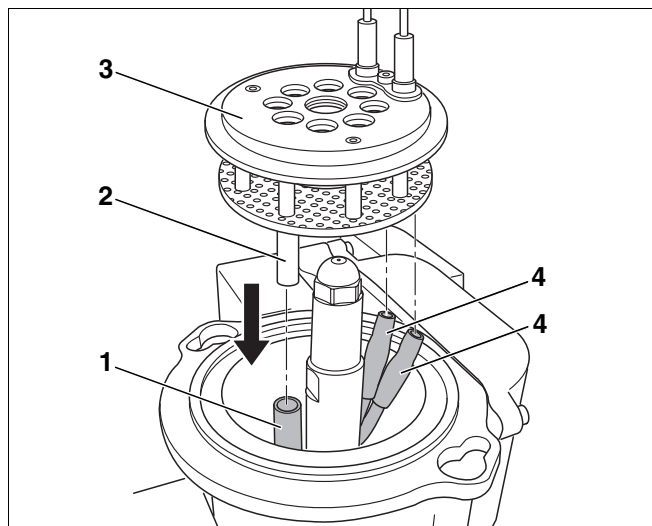

Рис. 36 Установка смесительной системы
- Установить смесительную систему (рис. 36, **поз. 3**).
- Подсоединить провода к запальным электродам (рис. 36, **поз. 4**).
- Установить вставную трубу (рис. 36, **поз. 2**) в опорную (рис. 36, **поз. 1**).